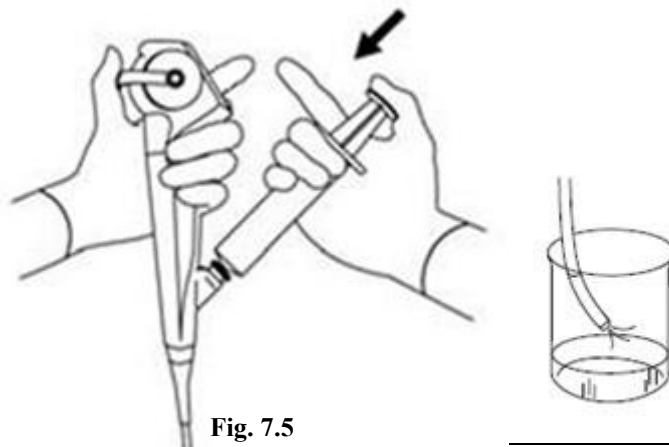

Fig. 7.5
1. Insira firmemente uma seringa preenchida com solução detergente na porta do canal do instrumento e pressione o êmbolo para injetar o fluido de lavagem. (Fig. 7.5)